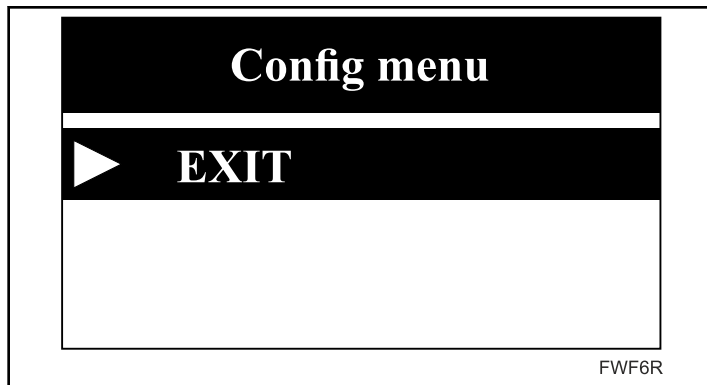

Figura 5
- Para sair de um menu ou submenu, use sempre o último item do menu - a tecla **EXIT** [SAIR]. Consulte *Figura 5*.